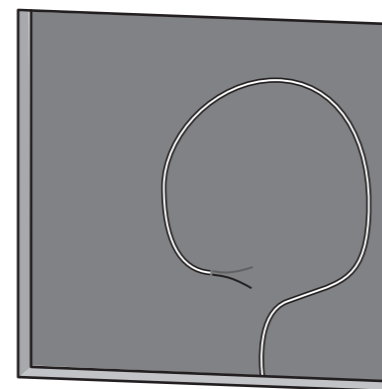

Fig. 13. Speaker Wire
3. Pase el cable del altavoz desde su amplificador hasta esta ubicación, dejando suficiente holgura para permitir la conexión (Fig. 13).